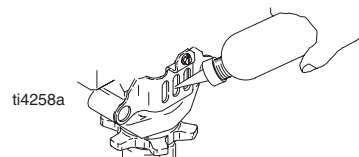

Fig. 12
8. Fig. 12. Fyll tätmuttern med Graco halstättningsvätska (TSL) tills vätska strömmar ut på tätningens översida.